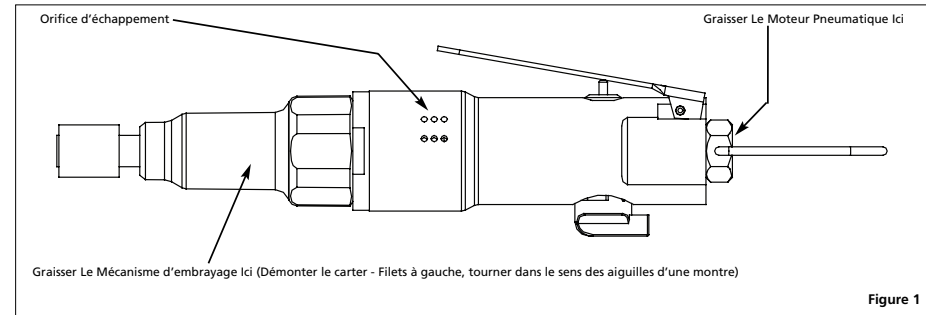

Figure 1
Les Tournevis Pneumatiques exigent le graissage pendant la vie de l'outil. Suivre la méthode indiquée et se référer à la Figures 1 et 2. L'huile pour outils pneumatiques est recommandée car cette huile nettoie, graisse et empêche la rouille en une étape.
3. Brancher l'outil pneumatique à la source d'air et couvrir l'orifice d'échappement d'une serviette (Voir Figure 1). Faire fonctionner l'outil des deux directions pour 7 à 10 secondes. L'huile se déversera de l'orifice d'échappement une fois que la pression d'air soit appliquée.